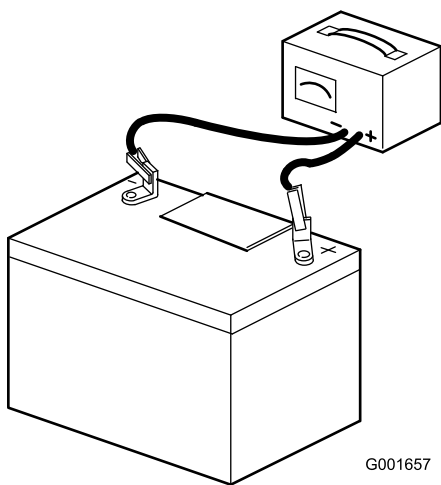

Figura 41
2. Quando la batteria è completamente carica, staccate il caricabatterie dalla presa elettrica e scollegate i cavi di ricarica dai poli della batteria (Figura 41).